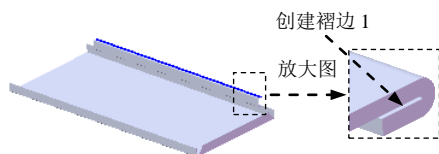
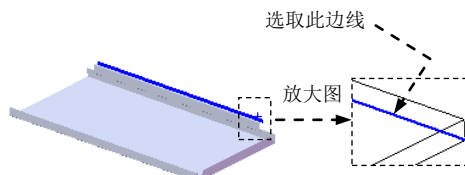

图 17.6.15 创建褶边 1
图 17.6.16 定义特征的边线
Step8. 创建图 17.6.15 所示的褶边 1。
(1) 选择命令。选择下拉菜单 **插入(I)**  **钣金(B)**  **褶边(H)...** 命令, 系统弹出“褶边”对话框。
(2) 定义特征的边线。选取图 17.6.16 所示的模型边线为生成褶边的边线。
(3) 定义褶边类型和大小。在 **类型和大小(T)** 区域中, 选择“打开”选项 。在  文本框中输入角度值 2.0。在  文本框中输入 0.1。
(4) 单击  按钮, 完成褶边 1 的创建。